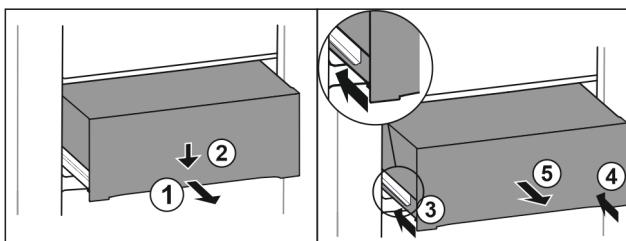

Fig. 163
- Витягніть ящик на половину. Fig. 163 (1)
- Спрямуйте висувний ящик вниз спереду. Fig. 163 (2)
- Вставте ліву рейку приблизно на 2 см. Fig. 163 (3)
- Вставте праву рейку приблизно на 2 см. Fig. 163 (4)
- Вийняти висувний ящик рухом вперед. Fig. 163 (5)